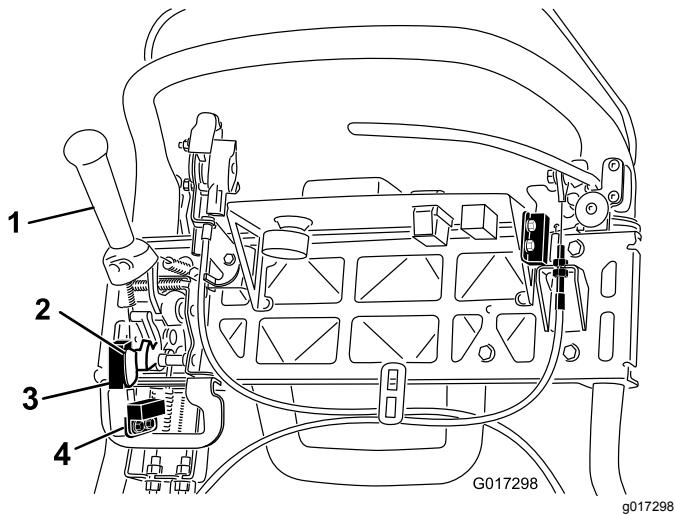

Figura 44
4. Desaperte as juntas de montagem do interruptor de segurança (Figura 44).
5. Coloque uma cunha de 1,6 mm entre a alavanca de tração e o interruptor de segurança (Figura 44).
4. Desaperte as juntas de montagem do sensor de corte (Figura 44).
5. Coloque um calço com 1,6 mm de espessura entre a bandeira do sensor de corte e o sensor de corte (Figura 44).